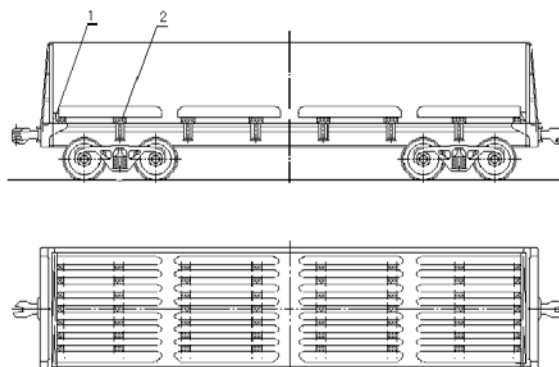

Рисунок 193
8.2.3. Блюмсы длиной свыше 2600 до 3000 мм включительно размещают вдоль полувагона четырьмя штабелями в один ярус (рисунок 193). Каждый штабель размещают на двух подкладках сечением не менее 25х100 мм и длиной, равной ширине полувагона, уложенных на средние, промежуточные и шкворневые балки полувагона. Две крайние подкладки укладывают между гофрами крышек люков в торцевой части полувагона, при этом концы их опираются на полки продольных угольников нижней обвязки полувагона. У торцевых дверей полувагона вплотную к порожку укладывают упорный брусок сечением 100х100 мм и длиной 2850 мм.